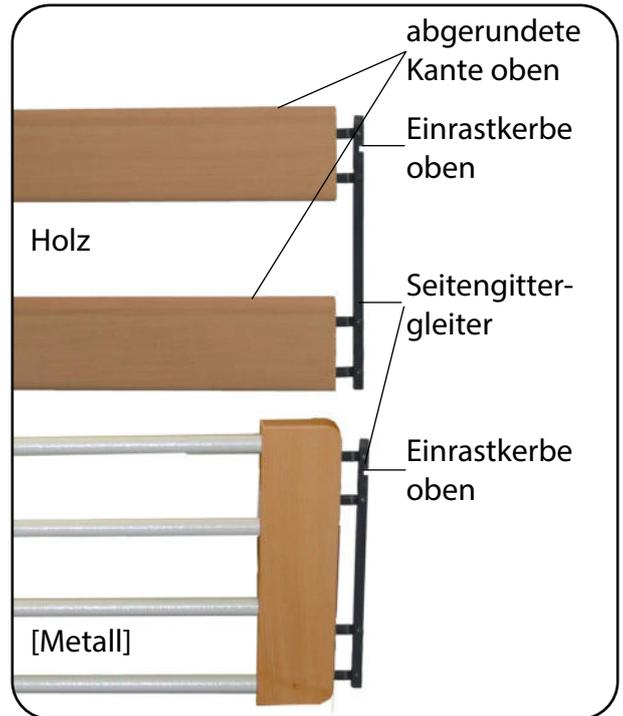

Abb. 6.4.01 – Seitengitter
2. Zum Montieren der Holz-Seitengitter, legen Sie jeweils zwei Seitengitterholme flach und parallel auf den Boden (entfällt bei Metall-Seitengitter). Führen Sie die Seitengittergleiter an beiden Enden der Holme in die Bohrungen ein (Abb. 6.4.01).
i Das Holz-Seitengitter besteht aus zwei einzelnen Holz-Seitengitterholmen, die einen Querschnitt von 28 x 110 mm haben. Die abgerundeten Kanten liegen oben. Mit den speziell passenden Seitengittergleitern aus Kunststoff, werden die geforderten Abstände eingehalten (Abb. 6.4.01).